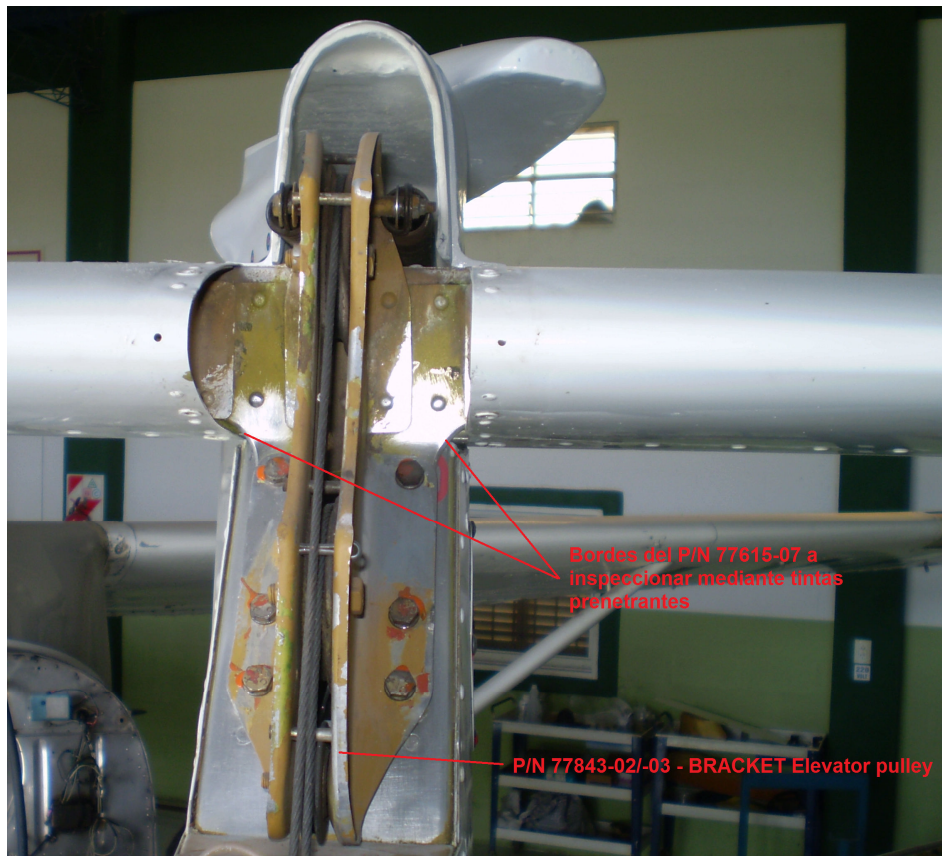

Figura 4 - Fotografía del empenaje (P/N 77843-02/-03 y P/N 77615-07)
- c. En la figura 4 puede verse una fotografía del empenaje con el P/N 77843-02/-03 instalados como deben ir sobre el P/N 77615-07, sobre el cual se indican los puntos a inspeccionar.